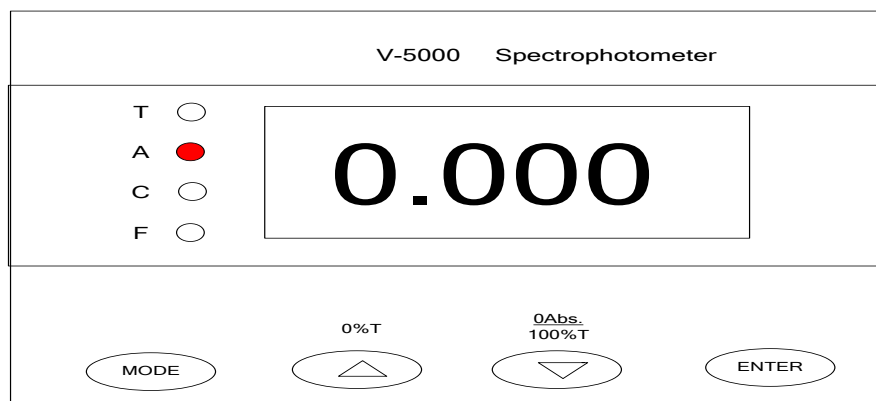
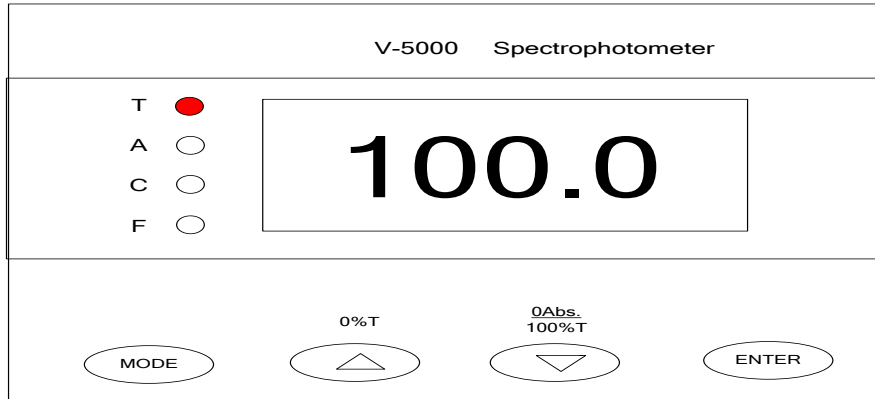

Fig.1-9
Fig.1-10
- a. Quando em modos **A** ou **T**, feche o compartimento para amostras e pressione a tecla, e ela exibirá 0.000 (Fig.1-9) ou 100.0 (Fig.1-10).